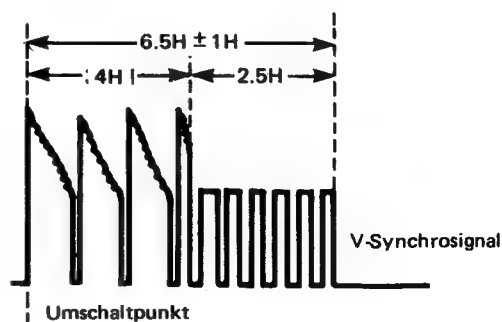

Abbildung 91
4. Den R718 so einstellen, daß der Ausgang des Kanal-1 bei $6,5 H \pm 1 H$ vor dem V-Synchrosignalausgang des Kanals-2 abfällt. Siehe Abbildung 91.